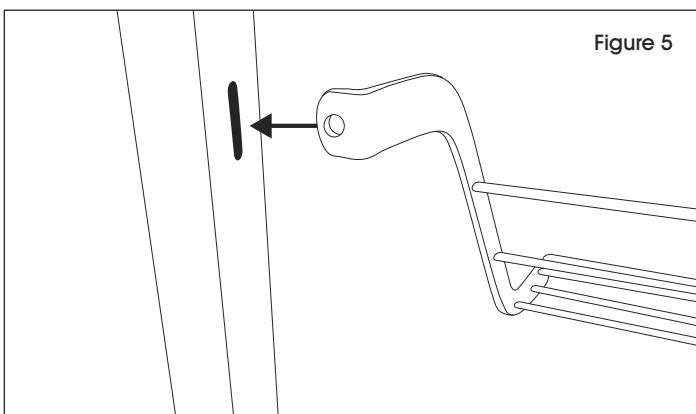

Figure 5
6. Insérez les supports pour souliers en glissant une extrémité en saillie dans la fente à l'intérieur du cadre en A, puis répétez la procédure pour l'autre extrémité. (Voir Figure 5)